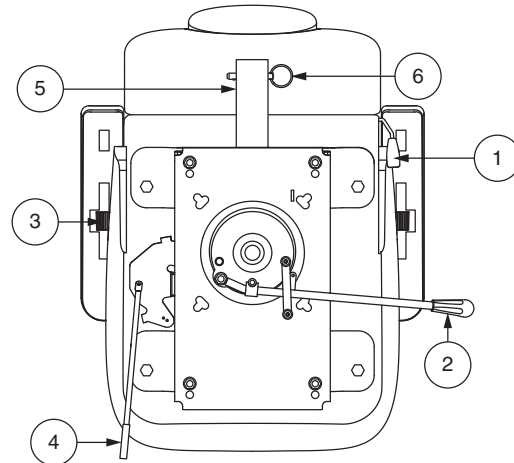

Figura 15. Ajustes en el asiento
Para ajustar el asiento reclinable de su vehículo PMR, siga los siguientes pasos. **Ver la figura 15.**
1. Dependiendo del tipo de asiento, tire hacia arriba o tire hacia abajo de la palanca de bloqueo para desbloquear el asiento. **Ver la figura 15.**
El ángulo del reposabrazos de su vehículo PMR puede ajustarse arriba o abajo girando el disco de ajuste. **Ver la figura 15.**
1. Mueva la palanca de deslizamiento hacia fuera. **Ver la figura 15.**
El soporte de montaje trasero le permite colocar un accesorio personal, como una cesta, un soporte para andador, o un tanque de oxígeno en la parte trasera del vehículo PMR. Utilice el pasador de retención para montar de forma segura sus accesorios en el soporte. **Ver la figura 15.** Consulte con su proveedor autorizado para más detalles.